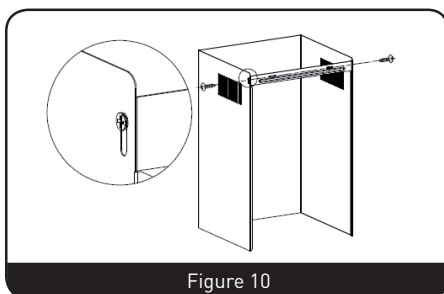

Figure 10
7. Avec 2 vis ST4x8 mm, fixez le support de cheminée supérieure sur la cheminée supérieure. (Figure 10)